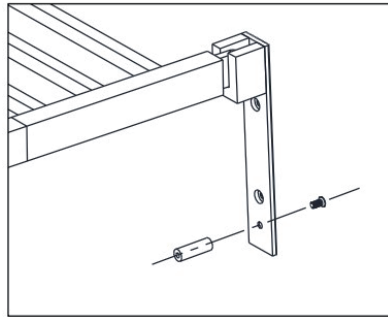

Figura 1
2. Fije la barra de conexión con los soportes de montaje mediante los pernos de fijación. Ver figura 1